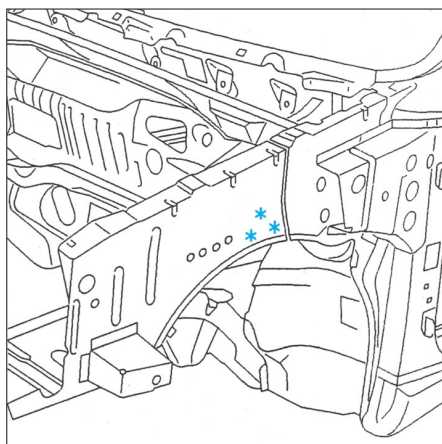

FIG. 6
- Découper par fraisage les points (Fig.6).